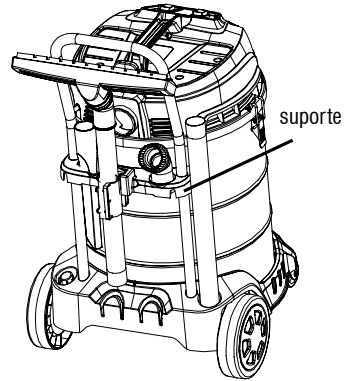

Fig. 12 – Espaço para armazenagem de acessórios
- No aspirador há um espaço destinado para guardar os tubos extensores e bocais (Fig. 12).